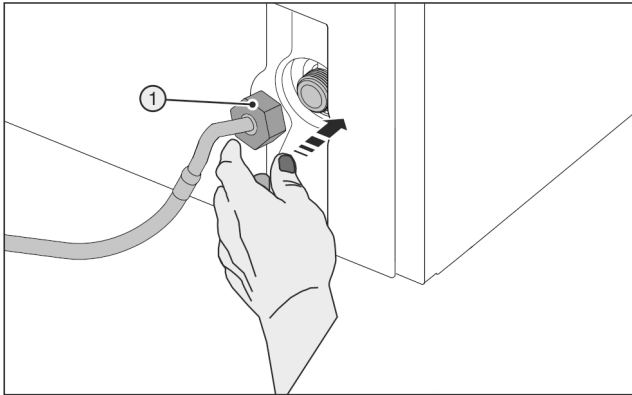

Fig. 41
- ▶ Обережно одягнути гайку Fig. 41 (1) і закрутити на різьбу.
- ▶ Обережно одягти гайку Fig. 41 (1) і накрутити двома пальцями на нарізку до досягнення міцної надійної посадки.
- ▶ Допоміжний інструмент (5) використовувати тільки при кімнатній температурі.
- ▶ Затягувати гайку Fig. 41 (1) за допомогою допоміжного інструменту (5) за годинниковою стрілкою, доки не буде досягнуто максимального моменту затяжки і допоміжний інструмент (5) не почне прокручуватися.